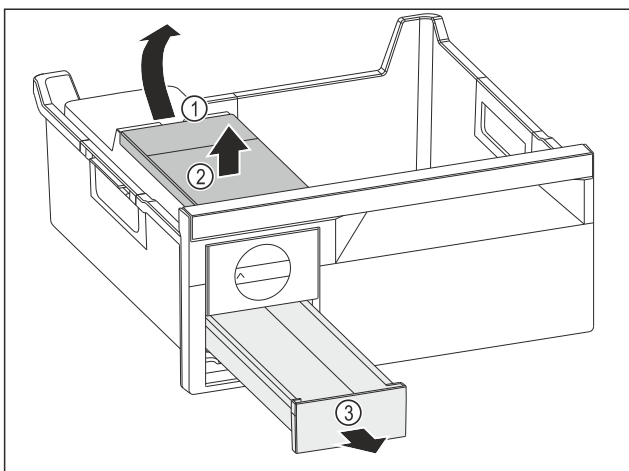

Fig. 116
- ▶ Vesisäiliön poistaminen: Nosta vesisäiliötä syvennyksestä Fig. 116 (1).
- ▶ Ota vesisäiliö Fig. 116 (2) ylöspäin pois.
- ▶ Ota jääkuutiolokero Fig. 116 (3) eteenpäin pois.